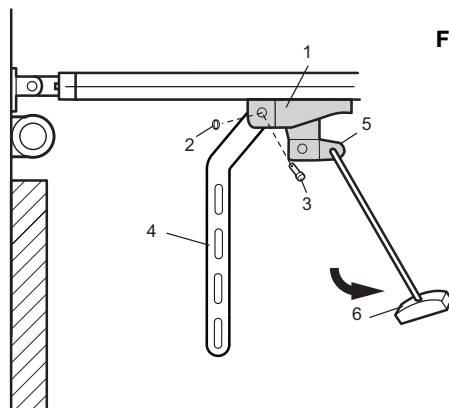

FIG. 6
- Tirar de la cuerda de desbloqueo manual y/o de la manilla firmemente hacia abajo separando así el carro exterior del interior (fig. 6).